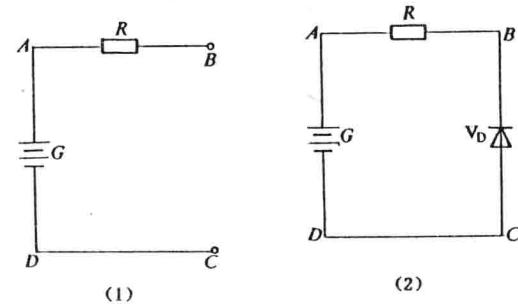

图 1-16 反向偏置二极管电路
**【例 1-2】** 求图1-16电路中二极管两端的电压。
(1) 以开路代替二极管。
(2) 确定开路处电压极性。由于回路没有电流，A点电压与B点电压相同，C点电压与D点电压相同。B、C间电压上高下低。
(3) 确定二极管的工作状态。复原二极管，可以看出二极管处于反向偏置、反向截止状态。
(4) 求二极管的端电压。二极管截止时，相当于开关断开状态，回路里没有电流通过，电阻上没有电压降落，因此，整个电源的电压都加在截止的二极管上，二极管端电压 $U_{BC} = G = 20V$ 。
上面介绍的是二极管电路的一般分析办法。当然，对于图1-16那样的简单电路可以用直观的方法分析。